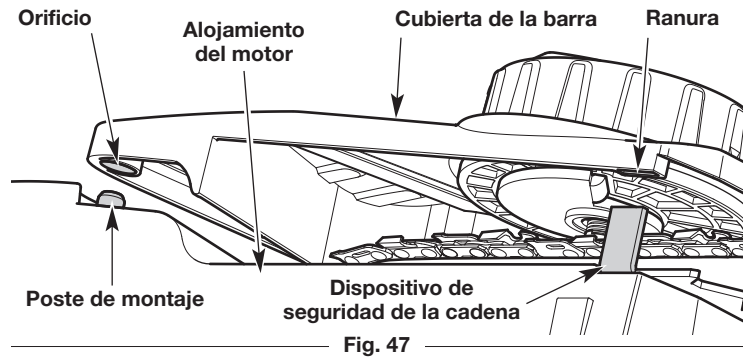

Fig. 47
6. Coloque la cubierta de la barra en la carcasa del motor. Verifique que el dispositivo de seguridad de la cadena esté colocado correctamente en la ranura de la cubierta de la barra (Fig. 47). Verifique que el poste de montaje esté colocado correctamente en el orificio de la cubierta de la barra (Fig. 47).